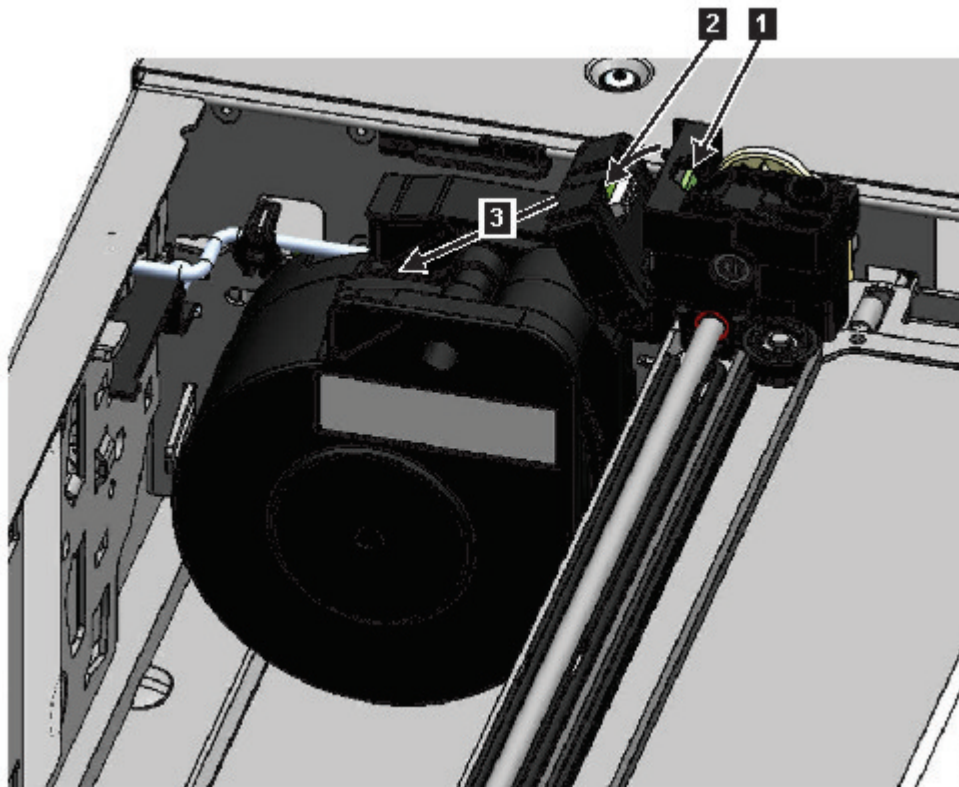

図 74. スプリング・ケーブルのアンロックおよびクレードルへの配置
7. アクセサリー上部の、スプリング・ケーブルが接続される場所でラッチ (図 74 の **1**) を押し、スプリング・ケーブルを保持している部品 (**2**) を外側へ傾けます。
8. アクセサリーからスプリング・ケーブルを持ち上げ、スプリング機構の上部にあるクレードルに配置します (図 74 の **3**)。